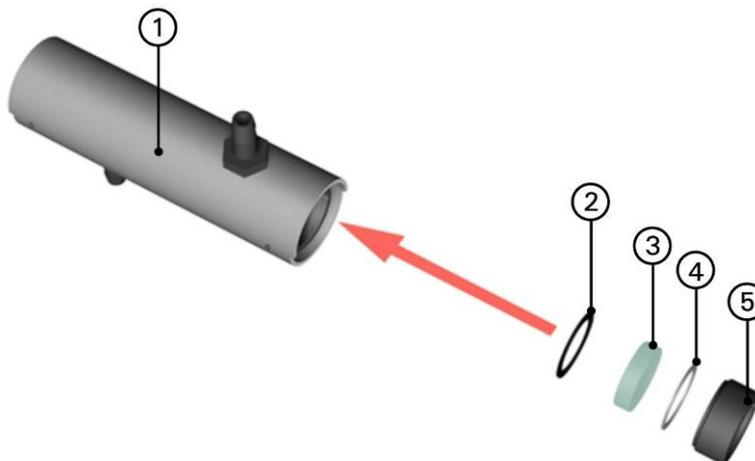

Figure 30: fenêtre de cellule de calibration
1.	Retirer l'anneau fileté (Figure 30, réf. 5) avec la clé à ergots.
2.	Retirer de la cellule de calibration la bague de glissement en téflon (Figure 30, réf. 4), la fenêtre de cellule de mesure (Figure 30, réf. 3) et le joint (Figure 30, réf. 2).
4.	Placer le joint (Figure 30, réf. 2) dans l'alésage de la cellule de calibration.
5.	Positionner à nouveau la fenêtre de cellule de mesure (Figure 30, réf. 3) sur le joint.
6.	Placer la bague de glissement en téflon (Figure 30, réf. 4) sur la fenêtre de cellule de mesure.
7	<p>Visser la bague fileté (Figure 30, réf. 5) avec la clé spéciale.</p> <hr/>  Ne pas serrer trop fort, car les fenêtres de cellule de mesure pourraient se briser.